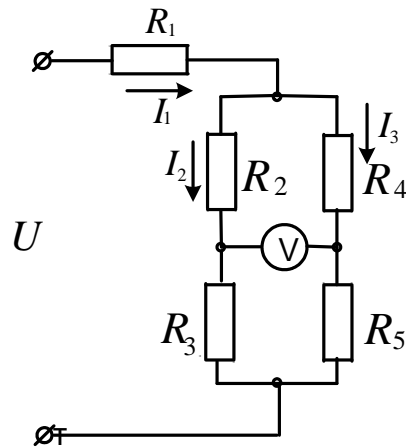

Рисунок 22
**Задача 17.** Определить показания вольтметра (рис. 22), если  $R_1=4\text{Ом}$ ,  $R_2=2\text{Ом}$ ,  $R_3=4\text{Ом}$ ,  $R_5=2\text{Ом}$ ,  $U=20\text{В}$ . ( $R_V=\infty$ ).